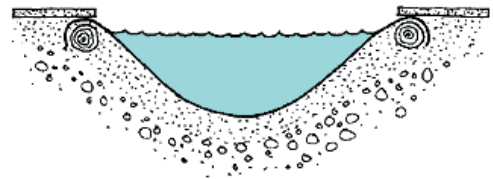
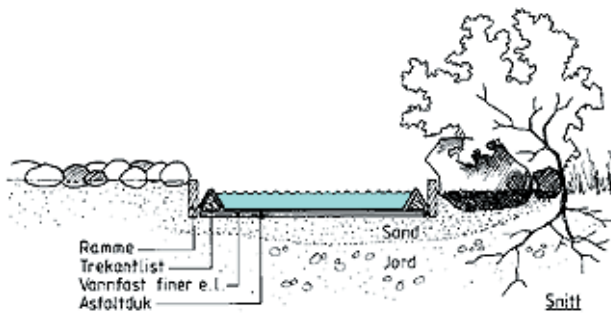

Fig. 32
Fig. 556
Prinsippet for en dam av vanntett duk er nesten like enkelt som for en dam bygd av ferdige kar. Duken hviler på en pute av sand i en grop i bakken, og forankres langs kantene med store stein, trelister o.l., se fig. 32. Det finnes mange typer duk på markedet. Det gir stort spillerom for utforming og bruk.
- 554 *Bassenger av duk.* Duken må ha solid forankring langs kanten, helst i form av en trelamme som duken legges rundt, se fig. 32, fig. 512 b og fig. 556. Bunnen kan bestå av ei plate eller komprimert sand som igjen hviler på drenerende masser. En filterduk hindrer sanden i å renne ned gjennom det drenerende sjiktet. Arbeidet er ikke vanskelig, men det må gjøres nøyaktig. Bassenger i offentlig miljø må ha en ekstra sterk dukkvalitet. En kan sørge for avløp med hevert eller lensepumpe, eller med en propp som er tilknyttet et avløpssystem.
- 556 *Fuglebad.* Selv et lite, grunt basseng må lages pent, solid og enkelt, slik at det glir inn i omgivelsene, se fig. 556.